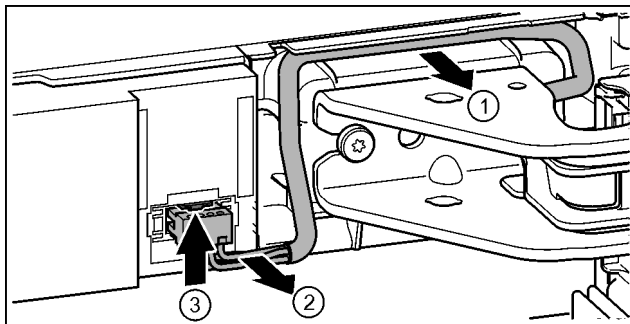

Fig. 18
- ▶ Óvatosan vegye ki a csapágyblokk feletti kábelt a vezetősínből. Fig. 18 (1)
- ▶ Óvatosan húzza ki a kábelpásmákat a csatornából. Fig. 18 (2)
- ▶ Nyomja felfelé a fedőlemezt, és óvatosan húzza ki a dugót. Fig. 18 (3)